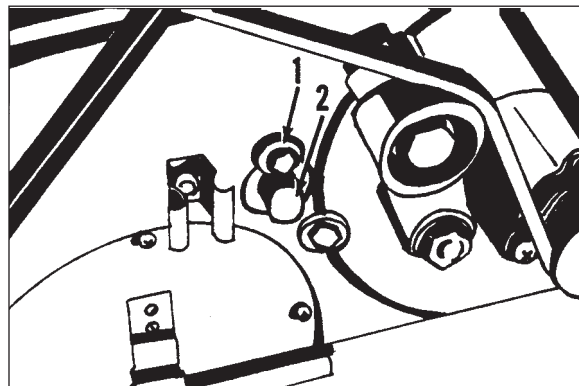

Figura 7
2. Afloje el tornillo de bloqueo excéntrico. Con la llave de 7/16", gire el tornillo de bloqueo excéntrico (1) en sentido contrario a las agujas del reloj. Consulte la Figura 7.
3. Gire la pieza excéntrica para subir o bajar el tambor (2). Consulte la Figura 7.